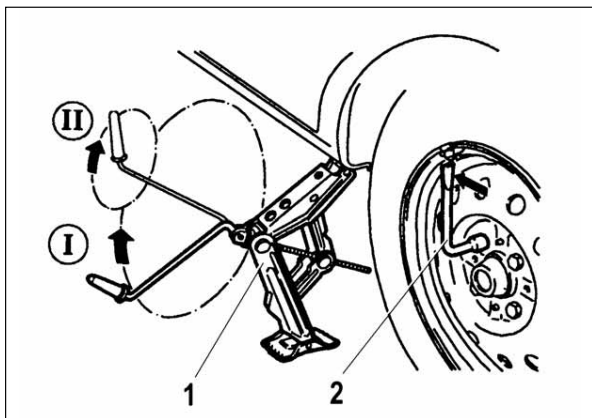

Рис. 48. Замена колес
- ослабьте на один оборот комбинированным ключом 2 (рис. 48) болты крепления заменяемого колеса;